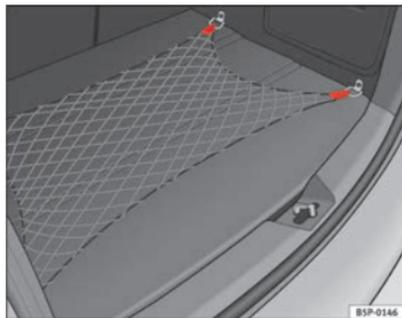

Fig. 108 Filet de rangement du coffre à bagages
- Utilisez les anneaux d'amarrage présents sur les côtés du coffre à bagages pour fixer le filet de rangement ⇒ page 152, fig. 108.